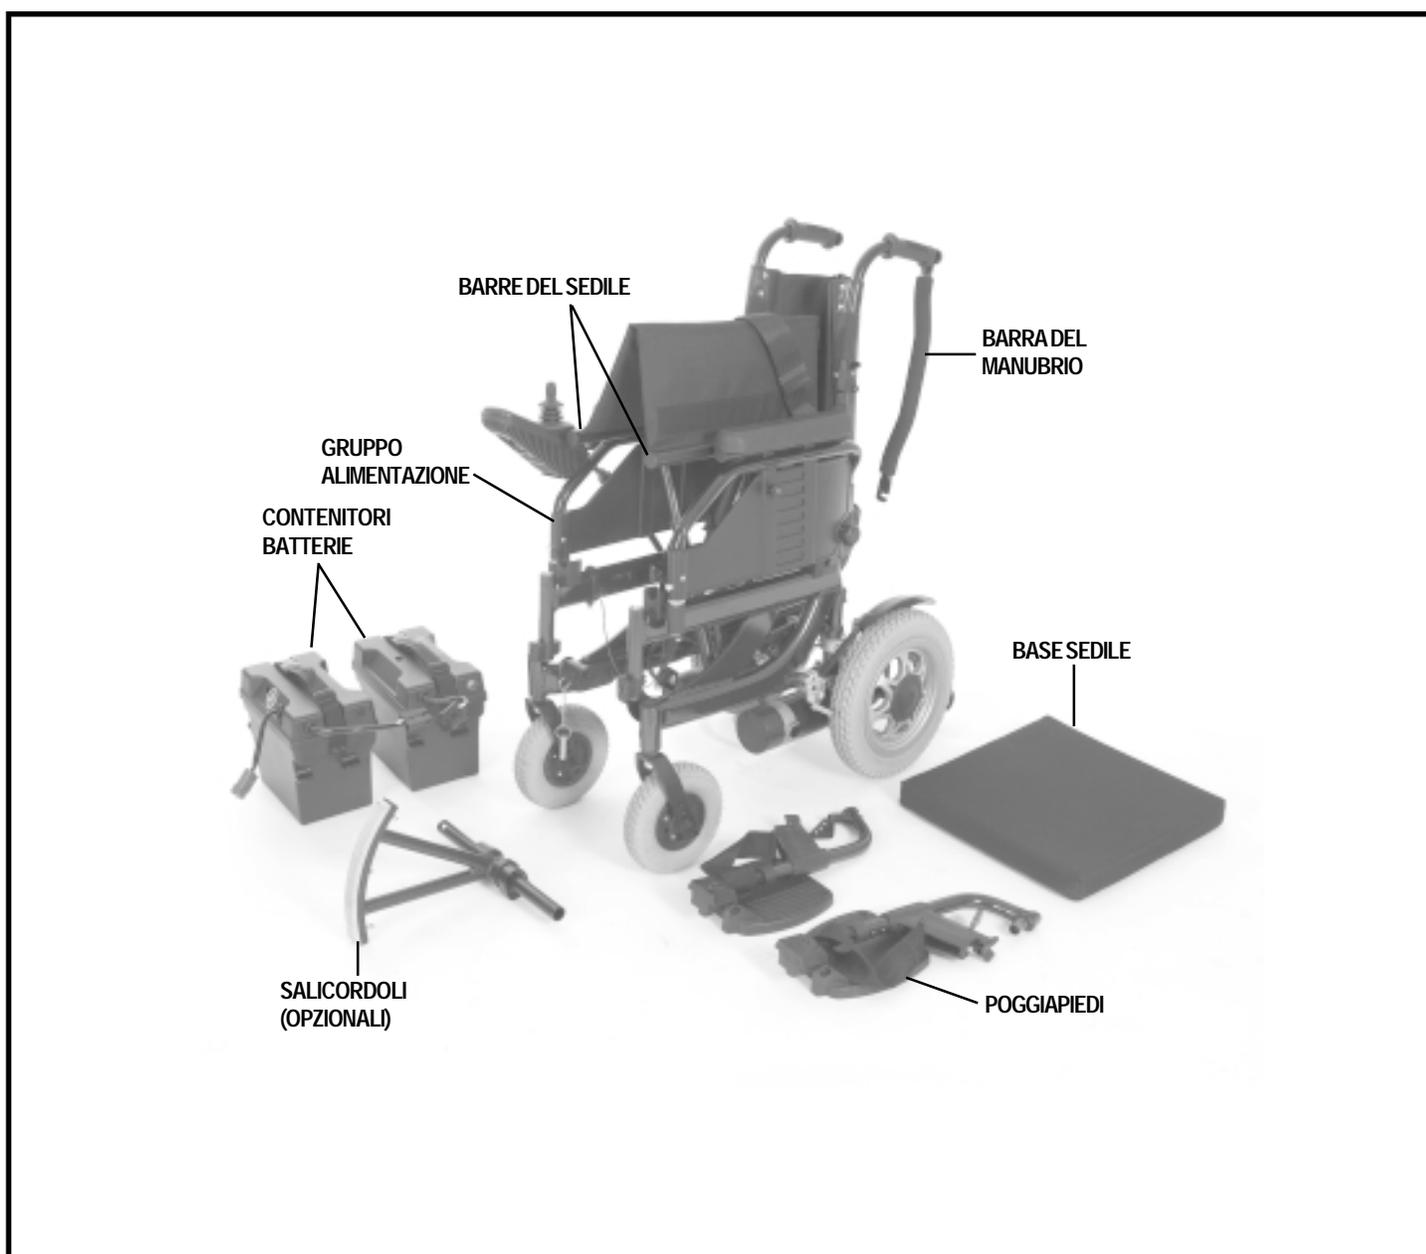

Figura 13. Contenuto della confezione Luxor
1. Estrarre il contenuto e spuntare la distinta di spedizione. In caso di parti mancanti, contattare immediatamente il rivenditore autorizzato Pride di fiducia. Si veda figura 13.